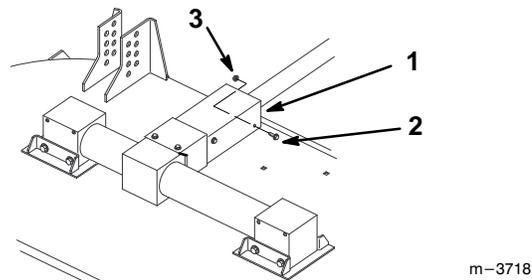

**Abbildung 16**
- Die Mähervorderseite von vorne anheben und nach hinten drücken (Abb. 16). Den Mäher soweit hochheben, bis er die Anschläge berührt und die Verriegelungstifte einschnappen.
- Die Verriegelungstifte herausziehen und nach oben drehen (Abb. 15). Die Mähervorderseite nach vorne ziehen und den Mäher herunterlassen (Abb. 16).